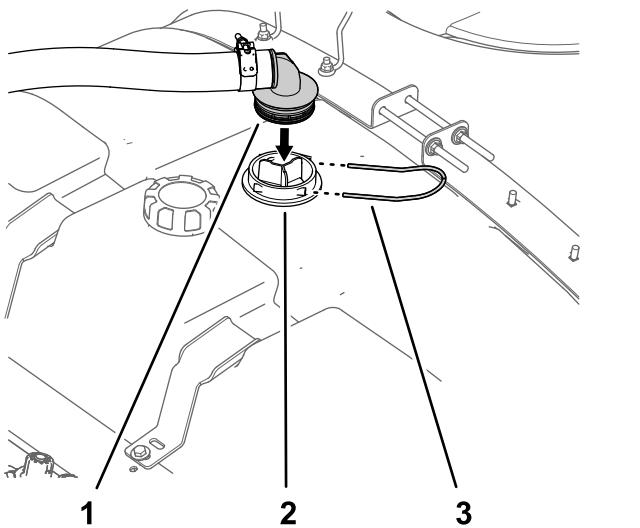

Figura 18
1. Alinee el acoplamiento dentado de 90° de la manguera de alimentación con el alojamiento del filtro de aspiración (**Figura 18**).
2. Sujete el acoplamiento dentado de 90° al alojamiento (Figura 18) con la horquilla de retención que retiró en el paso 1 de Retirada del depósito de enjuague \(página 6\).